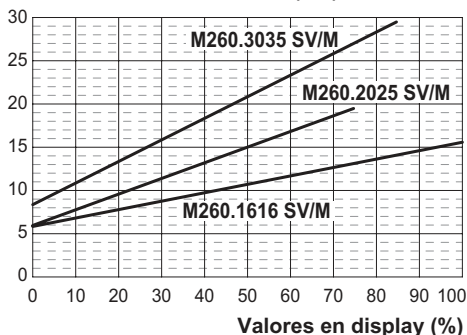

Figura 7.9
La regulación de la potencia útil en funcionamiento de calefacción es independiente de la configurada para el agua sanitaria. El gráfico de la Figura 7.9 muestra cómo varía la potencia útil de la caldera en calefacción al modificarse el valor ajustado en la tarjeta de control.
- Utilizando los botones 16 o 17 (Figura 7.13) se puede modificar el valor del parámetro 12 (consulte el gráfico de la Figura 7.9 para determinar el valor correcto en función de la potencia útil de calefacción).